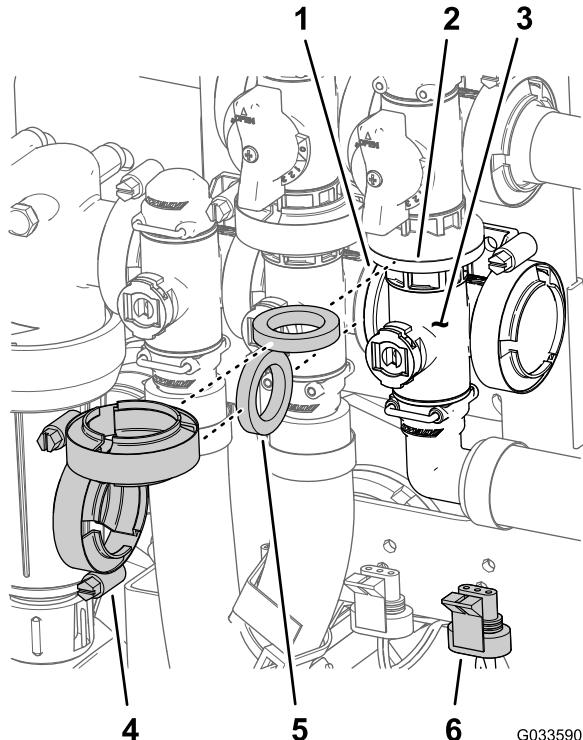

図 114
- マスターブームバルブマニホールドのフランジ、ガスケット、マスターブームバイパスバルブのフランジを、整列させる 図 114。
- マスターブームバルブ用マニホールド、ガスケット、マスターブームバイパスバルブを組み立ててフランジクランプを手締めする 図 114。
- マスターブームバルブマニホールドのフランジ、ガスケット、攪拌バルブ用マニホールドを整列させる 図 114。
- マスターブームバルブマニホールド、ガスケット、攪拌バルブマニホールドを組み立てて、フランジクランプを手締めする 図 114。
7. 攪拌バルブをバルブマウントに組み付ける; フランジヘッドボルトとフランジロックナット図 114 はステップ 3 マスター ブーム マニホールド バルブ の取り外し(ページ 71)で取り外したものを使用し、ボルトとナットを  $10-12 \text{ N}\cdot\text{m } 1.0-1.2 \text{ kg}/\text{cm}^2 = 90-110 \text{ in-lb}$  にトルク締めする。